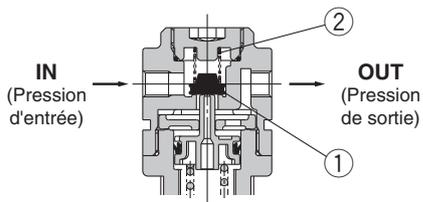

Figure 1
Lorsque la pression à l'admission est supérieure à la pression de réglage, le clapet antiretour fonctionne comme un régulateur normal (Figure 1). Lorsque la pression à l'admission est coupée et évacuée, la pression à l'admission appliquée au clapet ① est perdue. La force d'appui du clapet ① réside dans la force du ressort ② uniquement. Lorsque la vanne ① s'ouvre sous l'effet de la force de sortie, la pression de sortie sera évacuée côté admission. (Figure 2)